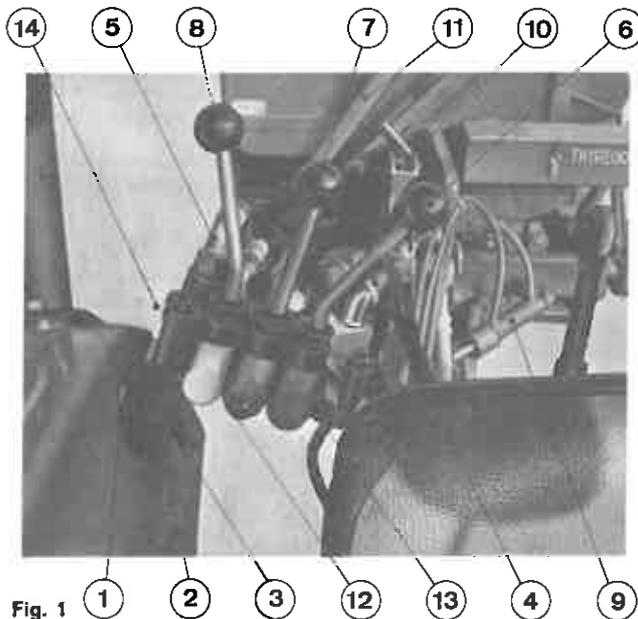

Fig. 1
Maskinens hydraulikventil monteres på traktorens højre bagskærm (fig. 1). Beslaget (1 fig. 1) påboltes skærmen. Vinkelstykket (2 fig. 1) stikkes ned i beslaget og låses med skruen (3 fig. 1). Trykslangen med han-lynkobling (4 fig. 1) forbindes til traktorens udtag for fjerncylinder. Returslangen med hun-lynkobling (5 fig. 1) forbindes til traktorens oliebeholdning gennem dobbeltvirkende ventil for fjerncylinder, hvor en sådan forefindes eller ved gevindstuds. Olien skal føres under oliestanden for at undgå, at olien blandes med luft.
stilling, således at der er tryk på slangen (4 fig. 1) sættes håndtaget i den forkerte stilling kommer der tryk på slangen (5 fig. 1) og O-ringspakningerne ved håndtagshuse og endedæksler kan tage skade, hvis man betjener håndtagene med tryk den forkerte vej ind i ventilen.
**Venstre håndtag** (6 fig.1) påvirker cylinder for sldestyr (9 fig. 1). Når håndtaget skubbes frem, forskydes maskinen mod højre, og når håndtaget skubbes bagud forskydes maskinen mod venstre. I midterstilling er cylinderen låst i begge retninger.
**Midterste håndtag** (7 fig. 1) påvirker cylinder for skærløft (10 fig. 1). Når håndtaget skubbes frem hæves maskinens forende og dermed skærene. Når håndtaget skubbes bagud sænkes maskinen ved sin egenvægt til skærene når jorden eller trækboommen går mod stop. I midterstilling er maskinen låst i den ønskede højde. Sænkehastigheden kan reguleres med skruen (12 fig. 1). Drejes skruen højre om formindskes sænkehastigheden.
**Højre håndtag** (8 fig.1) påvirker cylindre for tank. Når håndtaget skubbes frem tipper tanken. Når håndtaget skubbes bagud sænkes tanken ved sin egenvægt og stopper mod gafferne i maskinens stel. I midterstilling bliver tanken stående.
**Sikkerhedsventilen** (13 fig. 1) er indstillet på 175 kg/cm2 og kan efterjusteres ved at skrue slutmøtrikken af og justere på skruen med indvendig sekskant. 1/4 omgang højre om forøger indstillingstrykket ca. 25 kg/cm2.